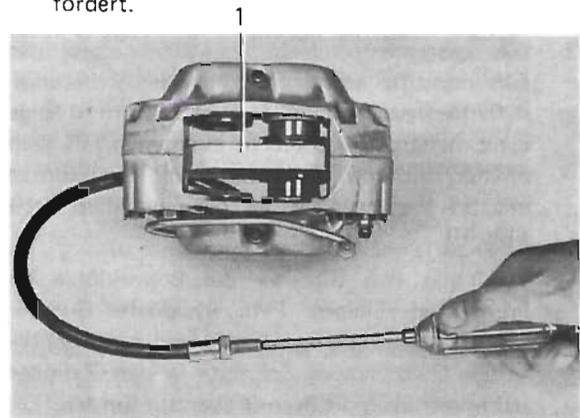

Abb. 22 Ausbau der Kolben
2. Sicherungsrings für die Gummikappen (spät. Ausf.) entfernen. Eine Holzscheibe, deren Ausführung aus Abb. 3 hervorgeht, zwischen den Kolben einpassen und diese mit Hilfe von Preßluft gegen die Scheibe drücken, siehe Abb. 22. Die Kolben lassen sich danach leicht ausbauen. Gummikappen abstreifen.